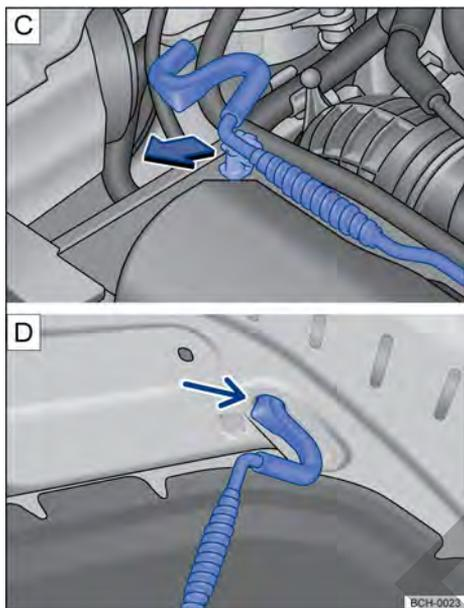

Fig. 177 [C] Varilla de sujeción de la tapa del compartimento del motor. [D] Tapa del compartimento del motor apoyada en la varilla de sujeción.
- Retirar la varilla de sujeción del soporte en el sentido de la flecha → fig. 177 [C] y colocarla en la abertura de la tapa del compartimento del motor → fig. 177 [D].
- Retirar la varilla de sujeción del orificio → fig. 177 [D] y encajarla en el soporte del cierre → fig. 177 [C].